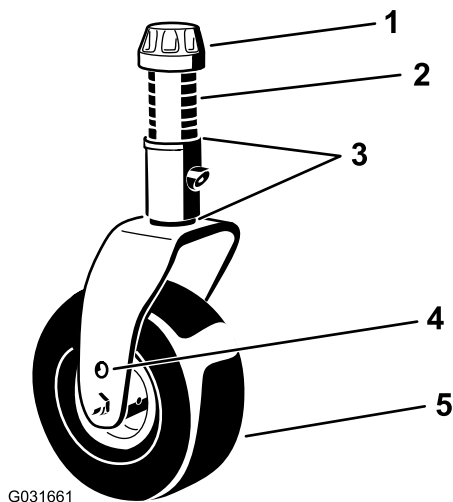
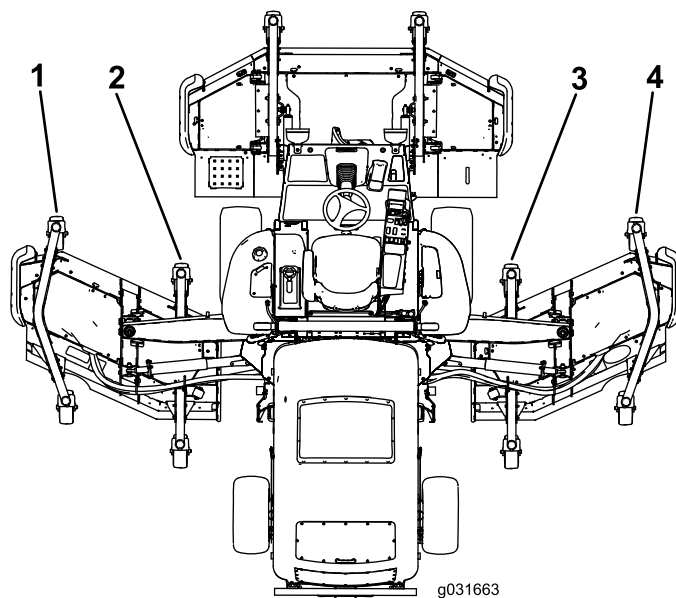

図 31
図 32
5. 前刈り込みデッキの外側ブレードの刈高に比べて左右刈り込みデッキの内側ブレードの刈高が高すぎる場合には、その左右カッティングユニットの前内側キャスタアームの下側についているシム 3mm を 1 枚抜き取る 図 31 と 図 32。
6. 内側ブレードの刈高がまだ高すぎる場合には、その左右刈り込みデッキの前内側キャスタアームの下側についているシムをもう一枚抜き取り、さらにその刈り込みデッキの前外側キャスタアームの下側についているシムを 1 枚抜き取る 図 31 および 図 32。
7. 前刈り込みデッキの外側ブレードの刈高に比べて左右刈り込みデッキの内側ブレードの刈高が低すぎる場合には、その左右カッティングユニットの前内側キャスタアームの下側にシムを 1 枚追加する 図 31 と 図 32。